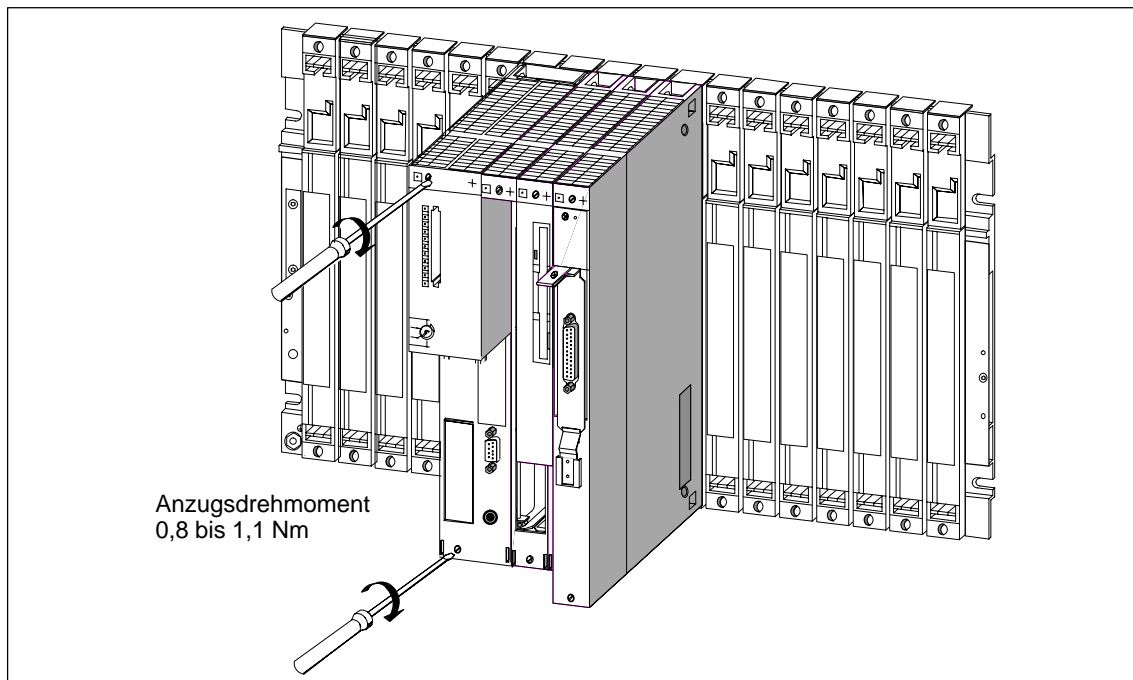

Bild 8-13 Baugruppen festschrauben
4. Schrauben Sie die Baugruppen des Baugruppenverbunds oben und unten mit einem Drehmoment von 0,8 ... 1,1 Nm fest (siehe Bild 8-13).
Bild 8-13 zeigt, wie Sie die Baugruppen festschrauben müssen.